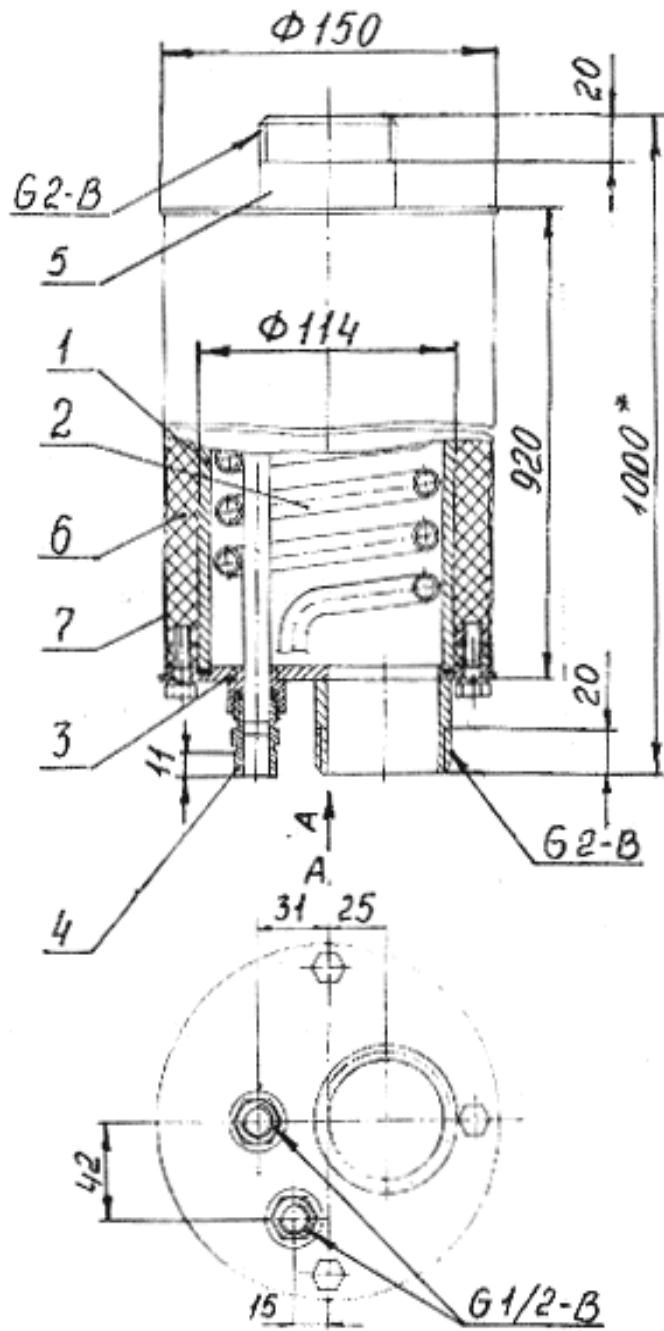

Рис. 1
2.1 Внешний вид водонагревателя по исполнениям приведен на рис. 1.
4.1 Водонагреватель состоит из следующих основных частей, см. рис. 1:
-змеевика (2), расположенного внутри корпуса и омываемого котловой водой;
-фланца нижнего (3) со штуцером (4) для подключения к системе горячего водоснабжения;
-патрубков (5) для подключения к системе отопления;
-теплоизоляционного материала (6) и кожуха (7).